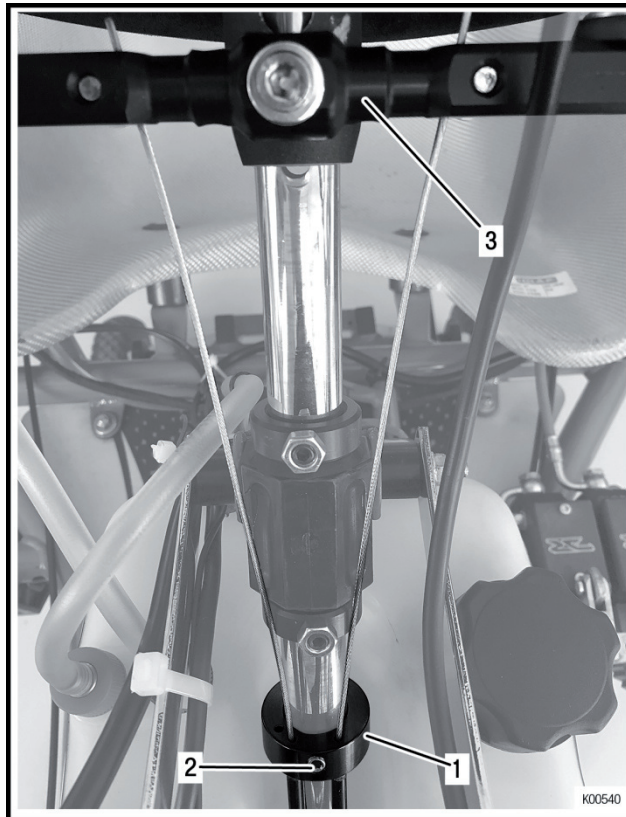

fig.55
- Serrer la vis (rep.2) de l'arrêt de gaine (rep.1) ainsi que les vis de maintien des câbles sur le levier de commande (rep.3). Voir fig.55.